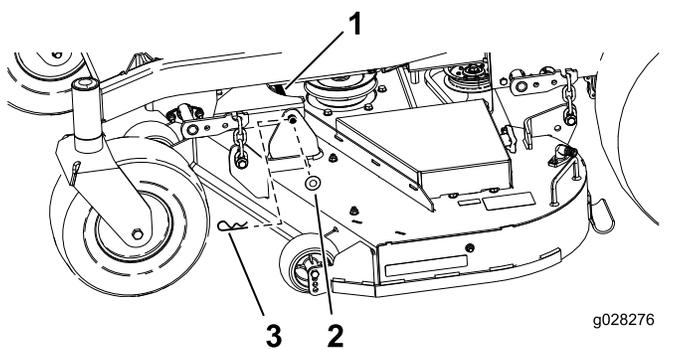

Figura 71
1. Retire la chaveta y la arandela que sujetan el pasador de enganche al bastidor y a la carcasa; retire el pasador de enganche (Figura 71).
9. Sujete el perno de enganche con las chavetas y las arandelas que retiró anteriormente (Figura 71).